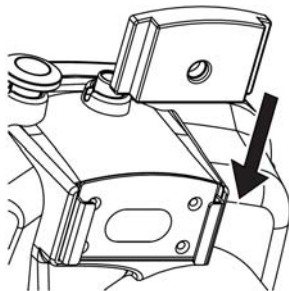

Abb.6
6. Möchten Sie mit einem externen Blitz fotografieren schieben Sie die graue Platte in die Aufnahmeschiene des Gehäuses über dem Objektiv und schließen das Kabel entweder mit dem Adapter oder mit einem Klettverschluss an. (Abb.6 und Abb. 7)